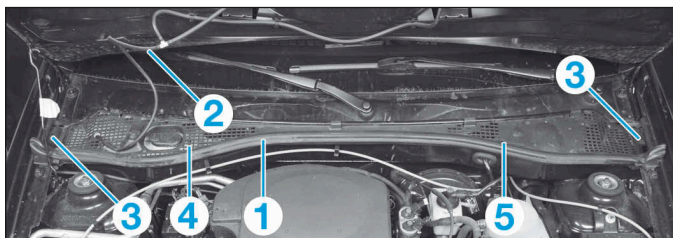

FIG.39
- Déposer le joint (1) (Fig.39).
- Débrancher le tuyau (2) de liquide de lave-glace.
- les agrafes (3),
- la demi-grille d'auvent droite (4),
- la demi-grille d'auvent gauche (5).